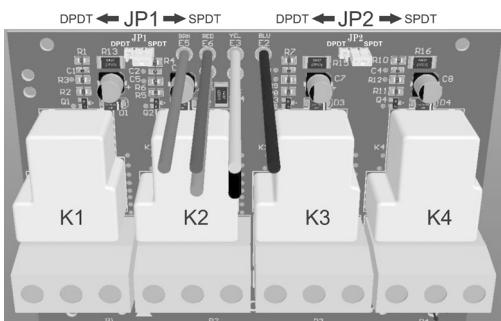

Figura 3.
- Para crear diferentes tipos de relés, ajuste los dos puentes de configuración en el tablero, JP1 y JP2 (consulte la Figura 3) a fin de formar pares con los relés, como se muestra en la tabla a continuación (derecha).